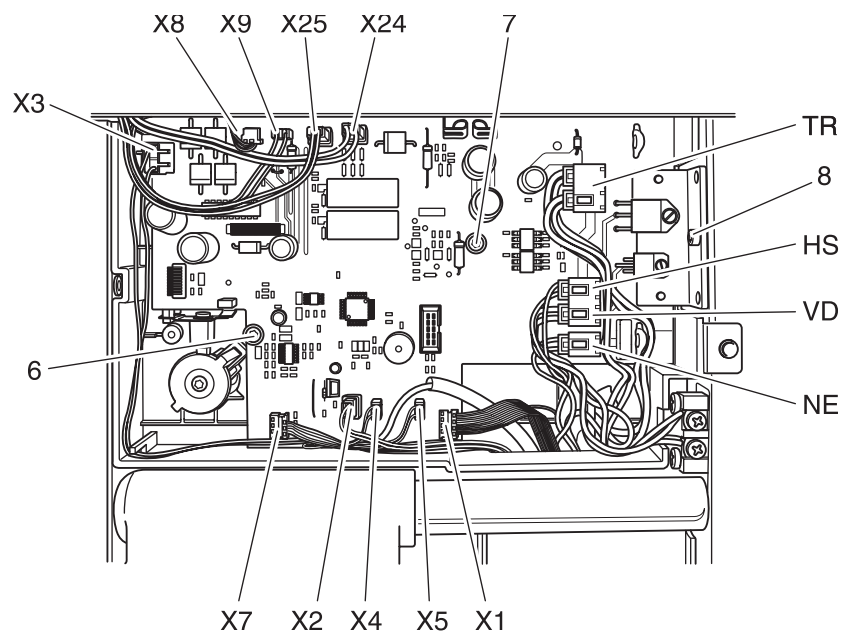

Fig. 15c
- Die in Fig. 15c markierten Steckverbindungen (Flachstecker/Steckverbinder) von der Leiterplatte abziehen.